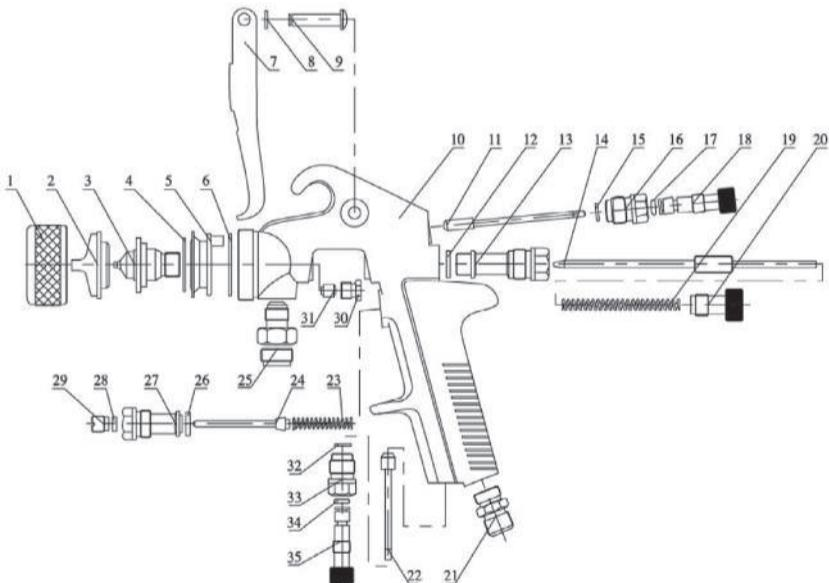

Рис. 1
СХЕМА КРАСКОПУЛЬТА (Рис. 1)
8. Для регулировки ширины и формы факела, поверните соответствующий регулятор (№18, Рис.1). При необходимости формы факела можно изменить с овальной на круглую.
9. Для регулировки соотношения подачи воздуха и материала, поверните регулятор подачи воздуха (№35, Рис.1) и/или регулятор подачи материала (№20, Рис.1) до нужного положения. Во время работы ни в коем случае не выкручивайте регуляторы полностью.
- ПЕРЕД РАЗБОРКОЙ, ЧИСТКОЙ ИЛИ СЕРВИСНЫМ ОБСЛУЖИВАНИЕМ КРАСКОПУЛЬТА ОБЯЗАТЕЛЬНО ПРЕКРАТИТЕ СООТВЕТСТВУЮЩИМИ РЕГУЛЯТОРАМИ ПОДАЧУ ВОЗДУХА К КРАСКОПУЛЬТУ (№35, Рис.1) ПОСЛЕ ЧЕГО СБРОСЬТЕ ДАВЛЕНИЕ В ВОЗДУШНЫХ КАНАЛАХ КРАСКОПУЛЬТА НАЖАТИЕМ НА ЕГО КУРОК (№7, Рис.1).